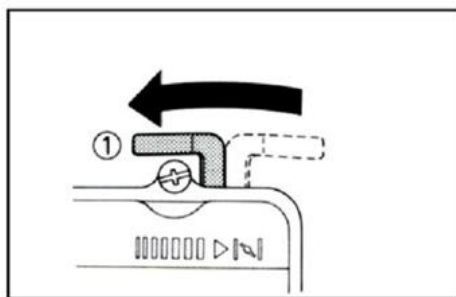

Рисунок 9
- ON при запуске горячего двигателя, смотри рисунок 9.